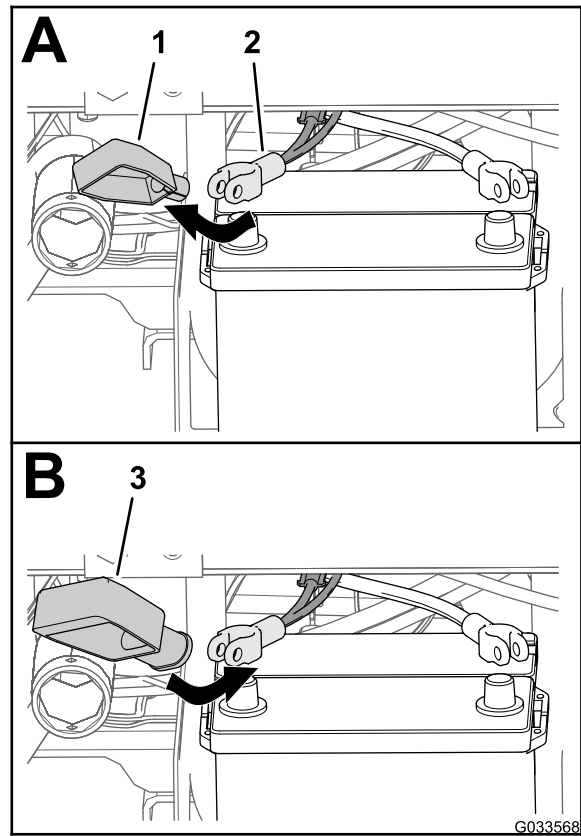

Figura 28
2. Îndepărtați capacul (îngust) de pe cablul pozitiv al bateriei (Figura 28).
3. Instalați capacul lat al bateriei peste cablul pozitiv al bateriei, așa cum este indicat în Figura 28.